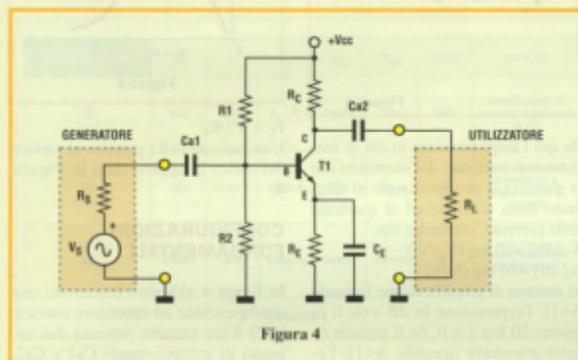

Figura 4
Pertanto il segnale di ingresso non può avere variazioni dinamiche di grande valore ed anche il punto di lavoro non deve subire spostamenti indesiderati. Qualora si verificassero queste due ultime situazioni, si otterrebbe un'amplificazione non lineare. Il discorso può essere chiarito con uno studio grafico dell'amplificazione, partendo dallo schema di un amplificatore a BJT ad emettitore comune come quello riportato, ad esempio, in Figura 4. All'amplificatore viene applicato un segnale di prova sinusoidale e quindi vengono considerate separatamente la maglia d'ingresso e la maglia d'uscita.
In figura 4 abbiamo esaminato una configurazione ad emettitore comune (CE) il cui circuito presenta due capacità di accoppiamento $Ca1$ e $Ca2$, una capacità di by-pass C_E , che cortocircuita la resistenza di emettitore R_E ai fini del segnale, un carico di resistenza R_L e due resistenze di polarizzazione $R1$ ed $R2$. Oltre alla CE, esistono altre due configurazioni: a collettore comune (CC) e a base comune (CB), i cui schemi circuitali